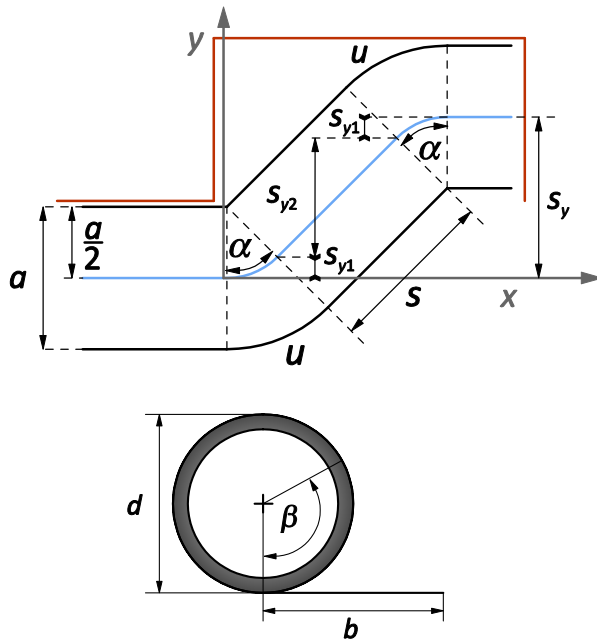

Abb. 4 Schema der zu fahrenden Strecke bei Aufgabe 2.
0. Leiten Sie während der Vorbereitung die Formeln zur Berechnung der nicht gegebenen Größen in Abb. 4 und in Abb. 5 her.
Ziel ist es, das „Fahrzeug“ in eine Parklücke fahren zu lassen (Abb. 4). Dabei soll der NXT geradeaus fahren, bis er eine reflektierende Marke erreicht. Diese Marke ist so angebracht, dass sich die Antriebsachse des NXT am Anfang der Parklücke befindet. Daraufhin soll er eine Drehung um 45° vollziehen, in die Parklücke fahren und anschließend eine Drehung in die entgegengesetzte Richtung machen.